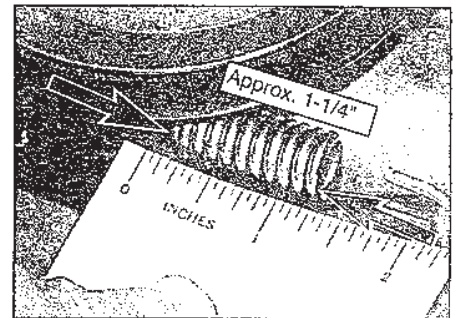

Figure 5-12: 2ème mesure alors que le ressort de l'embrayage de l'entraînement est en prise.
3. Engagez la poignée de commande de l'entraînement des roues et mesurez à nouveau la longueur étendue du corps du ressort (Figure 5-12).